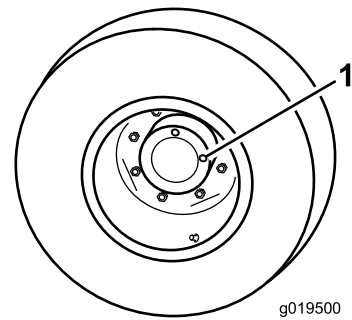

Bild 15
- Wenn die Maschine auf einer ebenen Fläche steht, positionieren Sie das Rad so, dass eine Prüfschraube (**Bild 15**) auf 12 Uhr und die andere auf 3 Uhr steht.
- Prüf-, Ablassschraube (2)
- Entfernen Sie die Schraube, die auf 3 Uhr steht (**Bild 15**). Der Ölstand sollte an der Unterkante des Prüfschraubenlochs liegen.